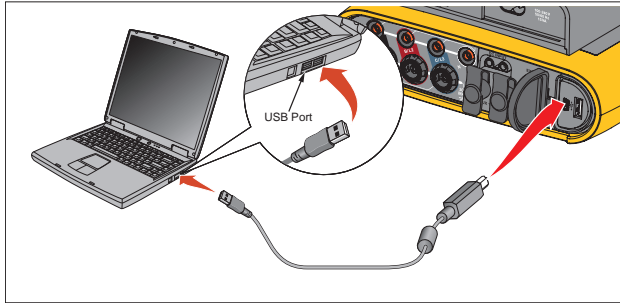

Figura 8. Conexiones del Power Logger con el PC
3. Conecte el cable USB a los puertos USB del ordenador y el Registrador. Consulte la Figura 8.